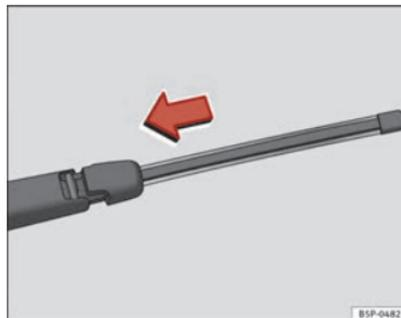

Fig. 143 Colocar a escova do limpa-vidros traseiro ▶
- Posicionar a escova, tal como se indica na ⇒ Fig. 143 e deslizar o adaptador até que encaixe.